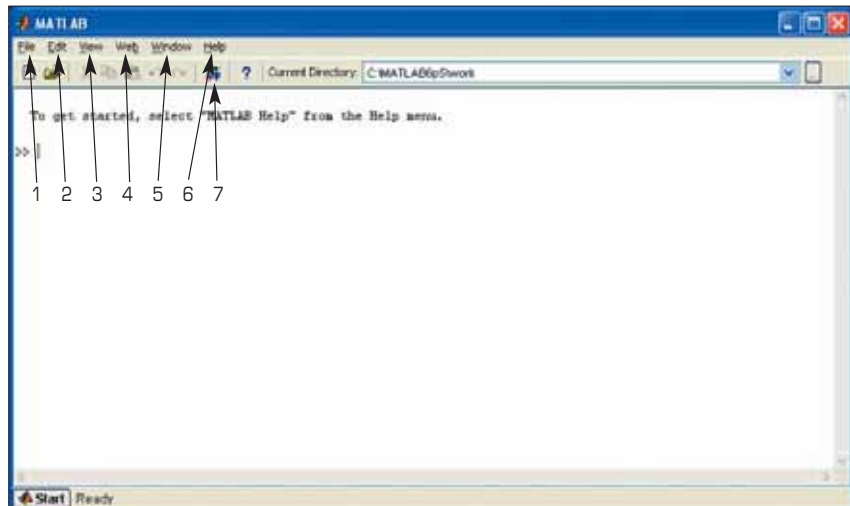

Рис. 1. Командное окно системы MATLAB 6.5
Работа с пакетом Simulink начинается с запуска системы MATLAB с помощью выведенного на «Рабочий стол» ярлыка (см. рисунок), либо через кнопку на панели задач **Пуск/Программы/MATLAB** (здесь и ниже через косую черту указывается последовательность нужных пунктов или действий в меню, подменю и т. д.). В результате открывается окно (рис. 1), содержащее:
- панель меню **File, Edit, View, Web, Window, Help** (на рис. 1 эти пункты меню обозначены номерами от 1 до 6);
- панель инструментов, на которой расположены известные в большинстве своем кнопки, но среди них имеется кнопка , отмеченная на рис. 1 номером 7 и имеющая всплывающую подсказку Simulink;